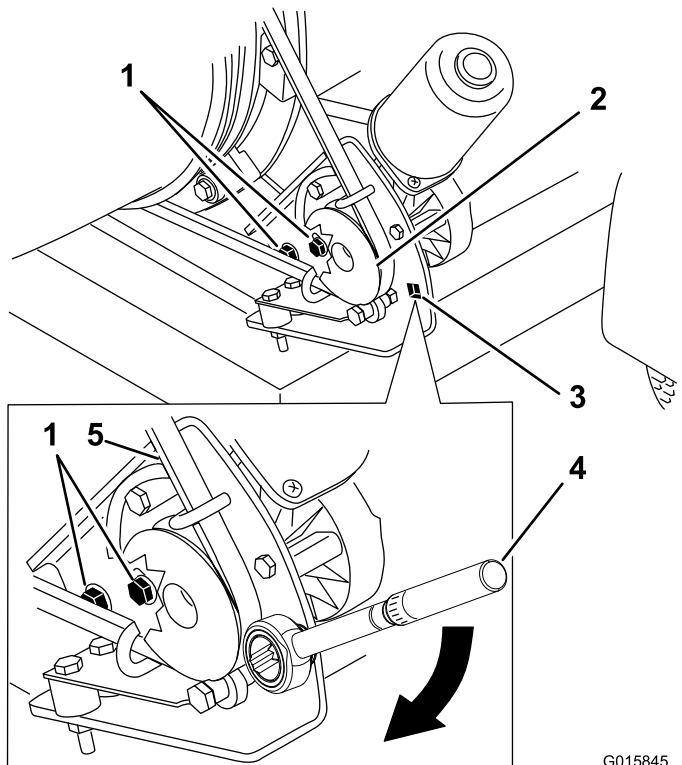

Figure 33
1. Desserrez les boulons qui fixent le support de la poulie au cadre du souffleur (Figure 33).
2. Placez une clé dynamométrique dans le support de la poulie (Figure 33).
3. Faites pivoter le support de poulie et éloignez-le de l'embout jusqu'à ce que la clé dynamométrique indique 22,6 à 26 N·m (200 à 230 po-lb) (Figure 33).